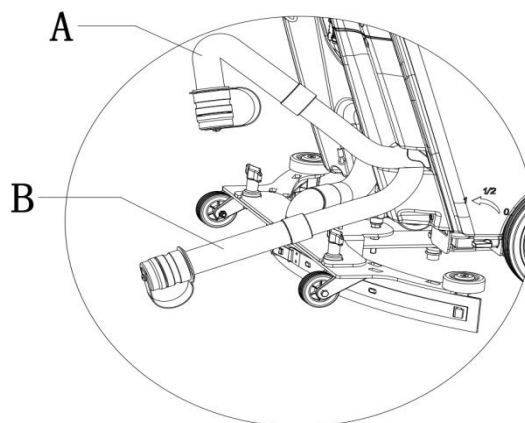

Abbildung 10
1. Nehmen Sie den Ablaufschlauch herunter und knicken Sie das obere Ende um (wie in A der Abbildung 10 dargestellt). Legen Sie den Ablaufschlauch nun auf eine niedrige Stelle oder den Boden und schrauben Sie den Deckel ab, um den Tank zu leeren (wie in B der Abbildung 10 dargestellt).
Sicherstellen, dass der Ablaufschlauch auf eine niedrige Stelle oder den Boden gelegt wird (wie in B der Abbildung 10 dargestellt), damit kein Schmutzwasser auf den Bediener spritzt.